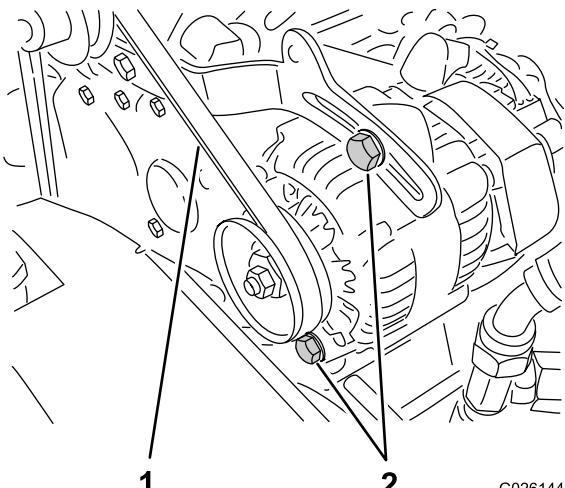

Рисунок 66
- Проверьте натяжение, надавив на ремень посередине между шкивами коленчатого вала и генератора с усилием 10 кг (Рисунок 66).
- Ослабьте 2 болта крепления генератора (Рисунок 66).
- С помощью рычага поверните генератор до достижения требуемого натяжения ремня, после чего затяните болты крепления (Рисунок 66).